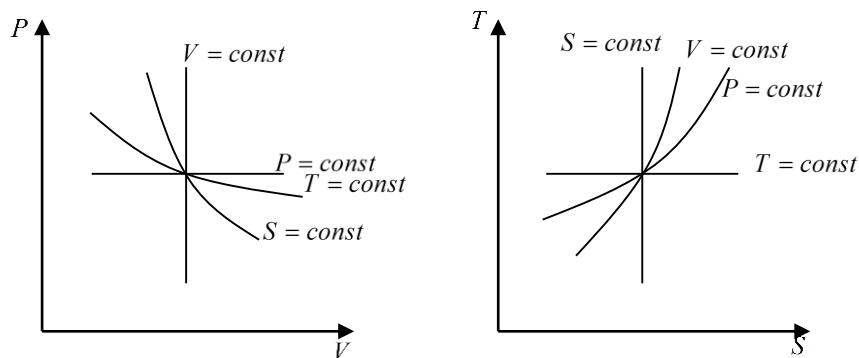

Рис. 5.5. Політропний процес в в PV і TS-координатах
4. Графік зображення політропного процесу лежить в межах між лініями сталих температури, тиску, об'єму та ентропії (рис.5.5.).